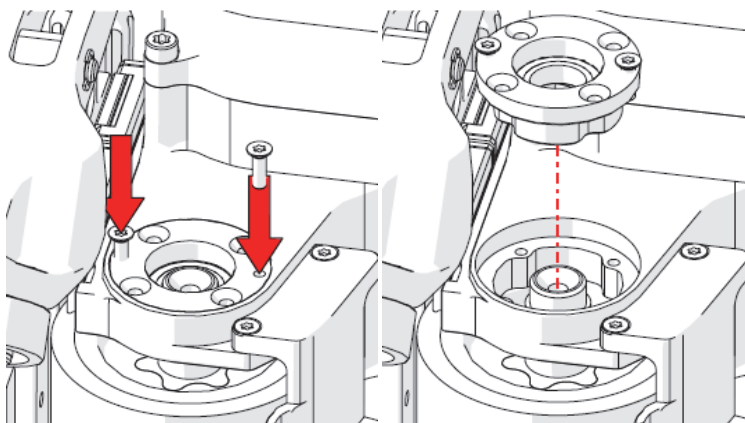

Figura 2-13 Afloje el recinto del cojinete con un tornillo nivelador
14. Utilice dos de los tornillos del recinto del cojinete para aflojarlo y retirarlo (ver Figura 2-13 en la página 98).